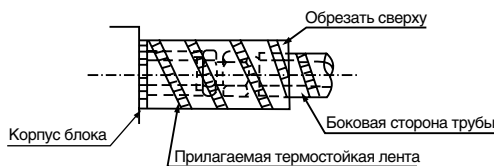

Рис. 4-3
- 1) Диаметр соединительных труб внутреннего блока для R410A (рис. 4-3).